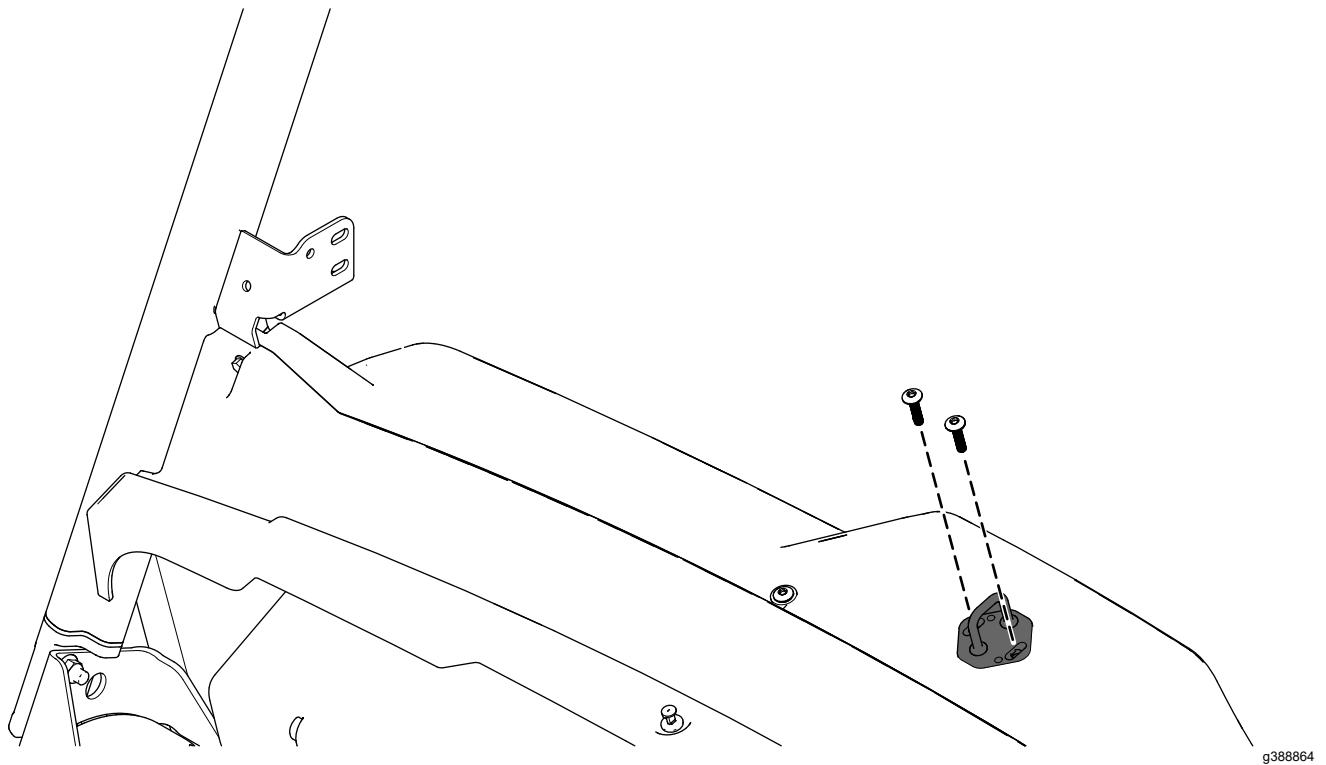

Figure 4
5. Fixez légèrement le verrou sur la planche de bord à l'aide de 2 vis Torx (M6 x 25 mm), comme montré à la Figure 4.